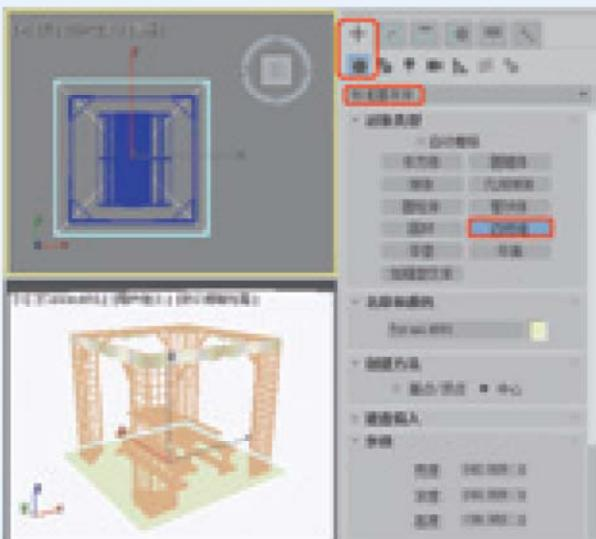

图4-35 创建四棱锥的底部
- 02 选择【创建】|【几何体】|【标准基本体】|【四棱锥】工具，在【顶】视图中按住鼠标左键并拖动，创建出四棱锥的底部，如图4-35所示。